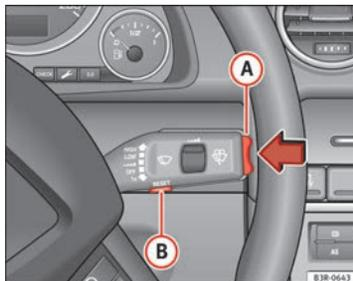

Fig. 58 Palanca del limpiaparabrisas: Interruptor-selector de funciones
- Pulse el conmutador-selector de funciones en la palanca del limpiaparabrisas **(A)** \Rightarrow fig. 58, en la parte superior o bien inferior, para modificar el valor programado. Un aumento o disminución de la velocidad podrá almacenarse a intervalos de 10 km/h.
- Pulse la tecla Reset dispuesta en la palanca del limpiaparabrisas **(B)** \Rightarrow fig. 58 hasta que aparezca tachado el símbolo de advertencia del límite de aviso 2.